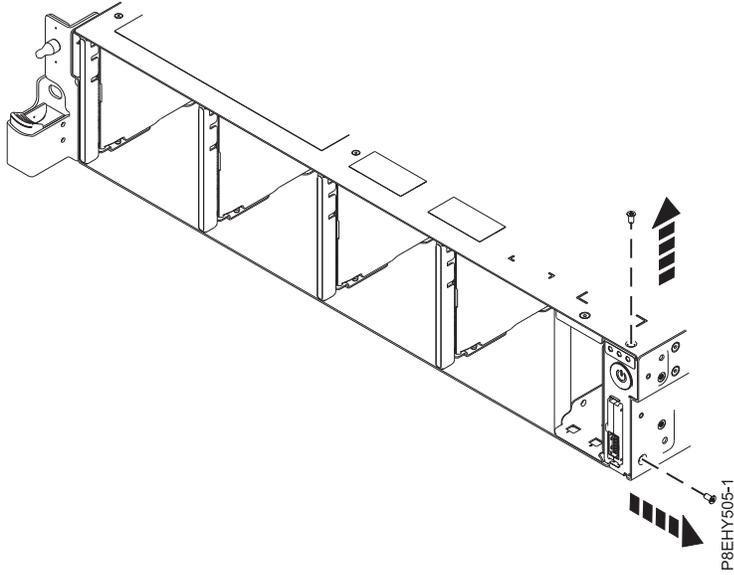

Figura 21. Extracción de los tornillos de la parte superior y lateral
8. Extraiga los tornillos de la parte superior y lateral del interruptor de alimentación. Consulte la Figura 21 en la página 27.